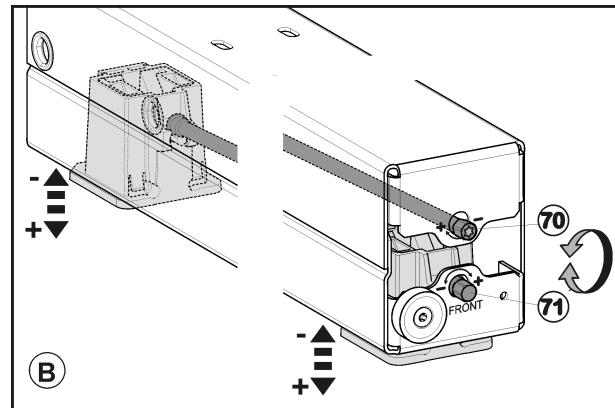

Fig. 45
- Régler les appareils en hauteur avec les quatre socles à roulettes uniformément. Utiliser la possibilité de réglage supérieure (1/4") Fig. 45 (70) pour le pied réglable arrière et la possibilité de réglage inférieure (1/4") Fig. 45 (71) pour le pied réglable avant. Remonter en tournant dans le sens des aiguilles d'une montre, descendre en tournant dans le sens inverse. Hauteur maximale réglable : 5/8 pcs (16 mm).